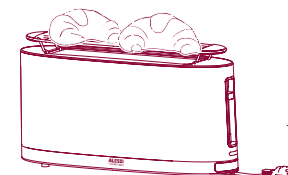

Fig. 11
- 2 Leg niet meer dan twee stuks tegelijk op het middelste gedeelte van het briocherooster (fig. 11).